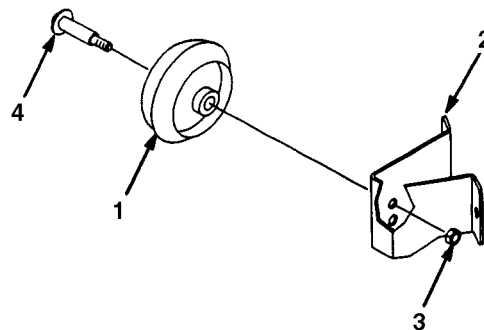

Fig. 6
1. Højden af klippeenhedens hjul ændres ved at fjerne hjulmonteringsbolten og sætte den i et andet hul, end hvor den nu sidder (fig. 6).
2. Brug det øverste hul til laveste klippehøjde og det nederste hul til højeste klippehøjde (fig. 6).